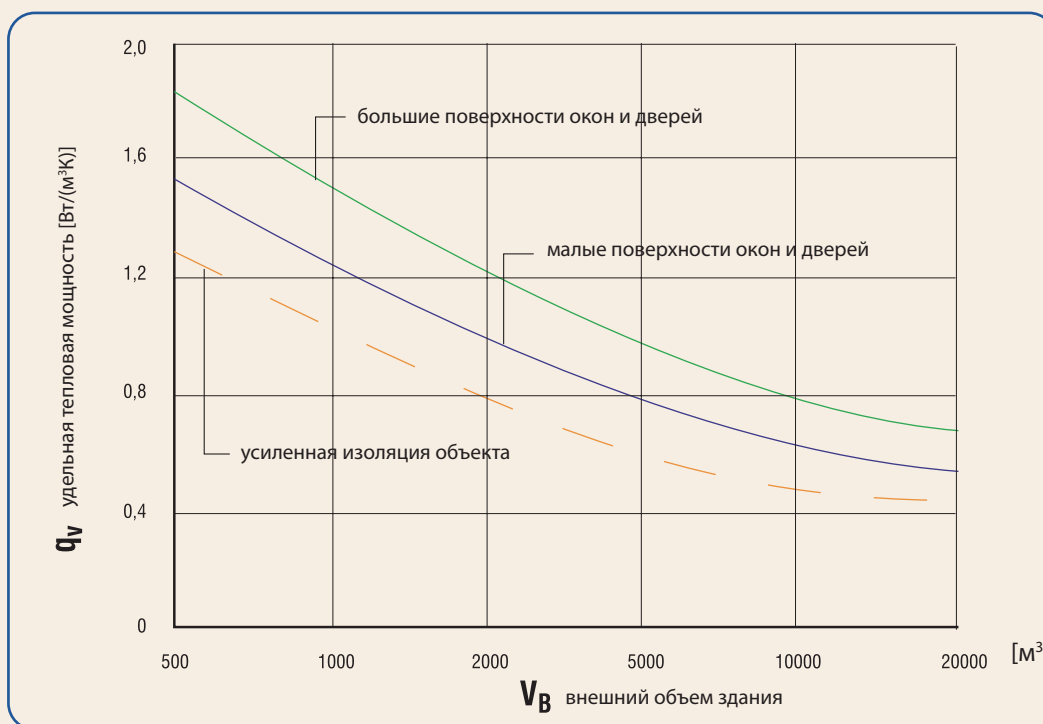

Рис. 1 Коэффициент удельной мощности нагрева [Вт/м³К]
✓ Рис. 1 (удельная мощность нагрева, в зависимости от приблизительной изолирующей способности строительных перегородок и объема помещения)
q_v – удельная мощность нагрева, полученная согласно Рис. 1 в зависимости от объема объекта и приблизительной изолирующей способности строительных перегородок [Вт/(м³К)],
- ✓ удельная тепловая мощность : 0,6 Вт/(м³К) (на основании Рис. 1 для объекта объемом 4800 м³ и усиленной теплоизоляции).